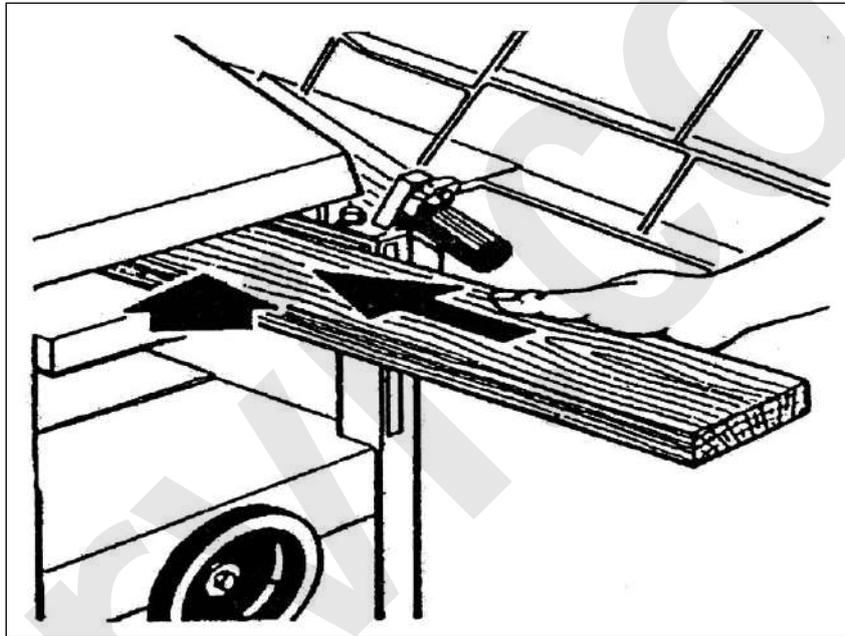

Figura 20 - Piallatura "a spessore".
Per eseguire una piallatura a spessore corretta occorre eseguire una determinata procedura (vedere la figura 20):
6. Accendere la macchina e spingere il pezzo in avanti (vedere la figura 20).